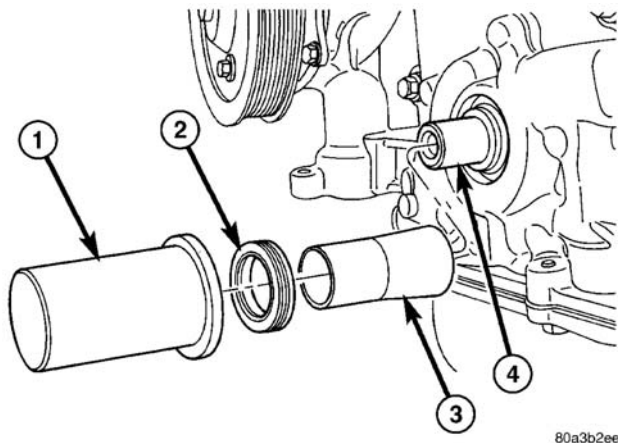

图 66 曲轴前密封安装
(1) 将专用工具 C-4992-2 导杆置于曲轴凸部(图 66)。
(2) 用密封弹簧在发动机前盖的方向，将新的密封件置于导杆上。(图 66)。
(3) 安装密封件专用工具 C-4992-1 直至密封件与盖齐平。(图 66)。